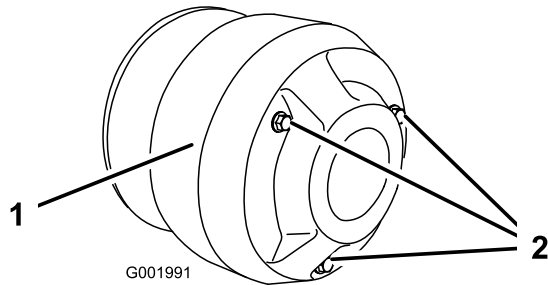

Figura 59
4. Retire los 3 pernos que fijan la cubierta al embrague, y retire la cubierta (Figura 59).